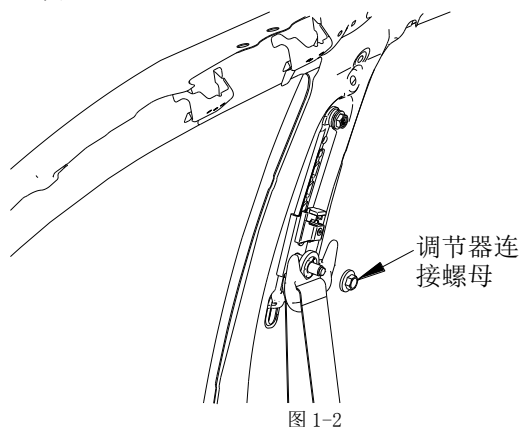

图 1-2
5、将 B 柱上护板拆除, 然后拆卸调节器连接螺母, 拆下导向件。螺母拧紧力矩 42N.m (图 1-2)。